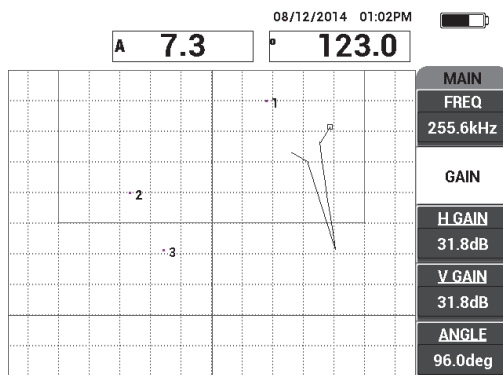

Figura 6-51 Ganho ajustado para definir o ponto mais alto
12. Ajuste o **GAIN [GANHO]** (tecla B) para definir o ponto mais alto a aproximadamente 90% da altura da tela (veja Figura 6-51 na página 166).